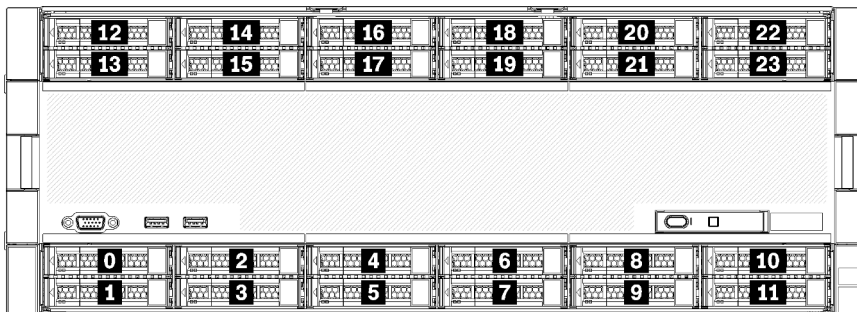

Figura 7. Locais do compartimento de unidade
- As duas unidades superiores oferecem suporte a unidades SAS, SATA ou de interface de NVMe (Lenovo AnyBay). O servidor pode oferecer suporte a até 12 unidades NVMe, dependendo da configuração do servidor. Os compartimentos de unidade NVMe são os compartimentos com numeração par, conforme mostrado em Figura 7 "Locais do compartimento de unidade" na página 22.